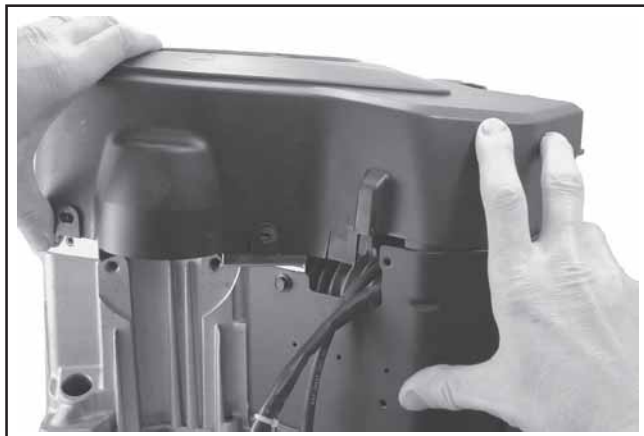

Figura 11-59. Installazione del convogliatore dell'aria.
2. Inserire il convogliatore dell'aria in posizione sul bordo anteriore dei deflettori interni. Vedere Figura 11-59. Inserire alcune viti per tenerlo in posizione.